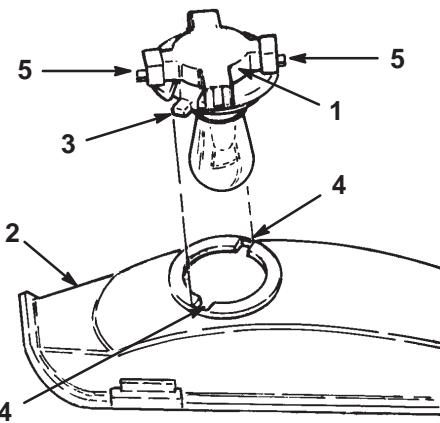

Bild 25
7. Drehen Sie die Birnenfassung um 1/4 Umdrehung entgegen dem Uhrzeigersinn und nehmen die Birne aus dem Reflektor (Bild 25).
3. Richten Sie die Laschen an der Birnenfassung mit den Schlitzten im Reflektor aus (Bild 25).